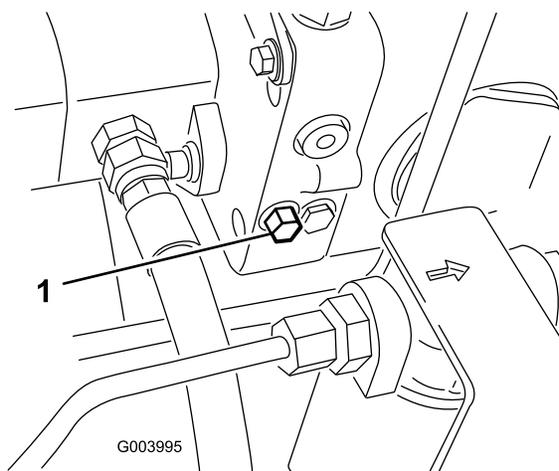

Рисунок 39
1. Перепускной клапан расположен с левой стороны гидростата (Рисунок 39). Чтобы открыть клапан и обеспечить внутренний перепуск масла, поверните болт на 1,5 оборота. Поскольку производится перепуск жидкости, машину можно медленно двигать без повреждения трансмиссии.